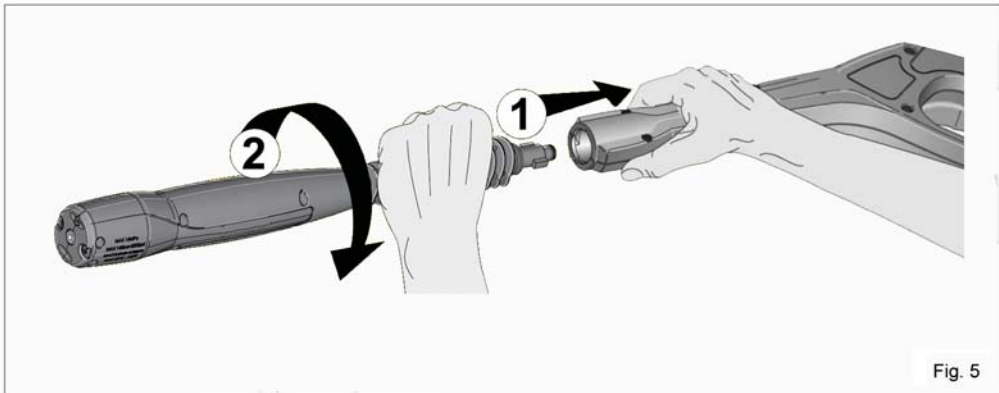

Fig. 5
6. Insert the wand into the gun's quick connect coupling by pushing firmly and twisting wand $\frac{1}{4}$ of a turn to lock into place. (Fig. 5)
6. Introduzcan el lanzador en la unión rápida empujando enérgicamente y luego girando el lanzador de $\frac{1}{4}$ de vuelta para bloquearlo en su sede. (Fig. 5)
NOTE: Make sure wand is locked. (Fig. 5)
NOTA: Asegúrense de que el bloqueo de seguridad esté cerrado. (Fig. 5)